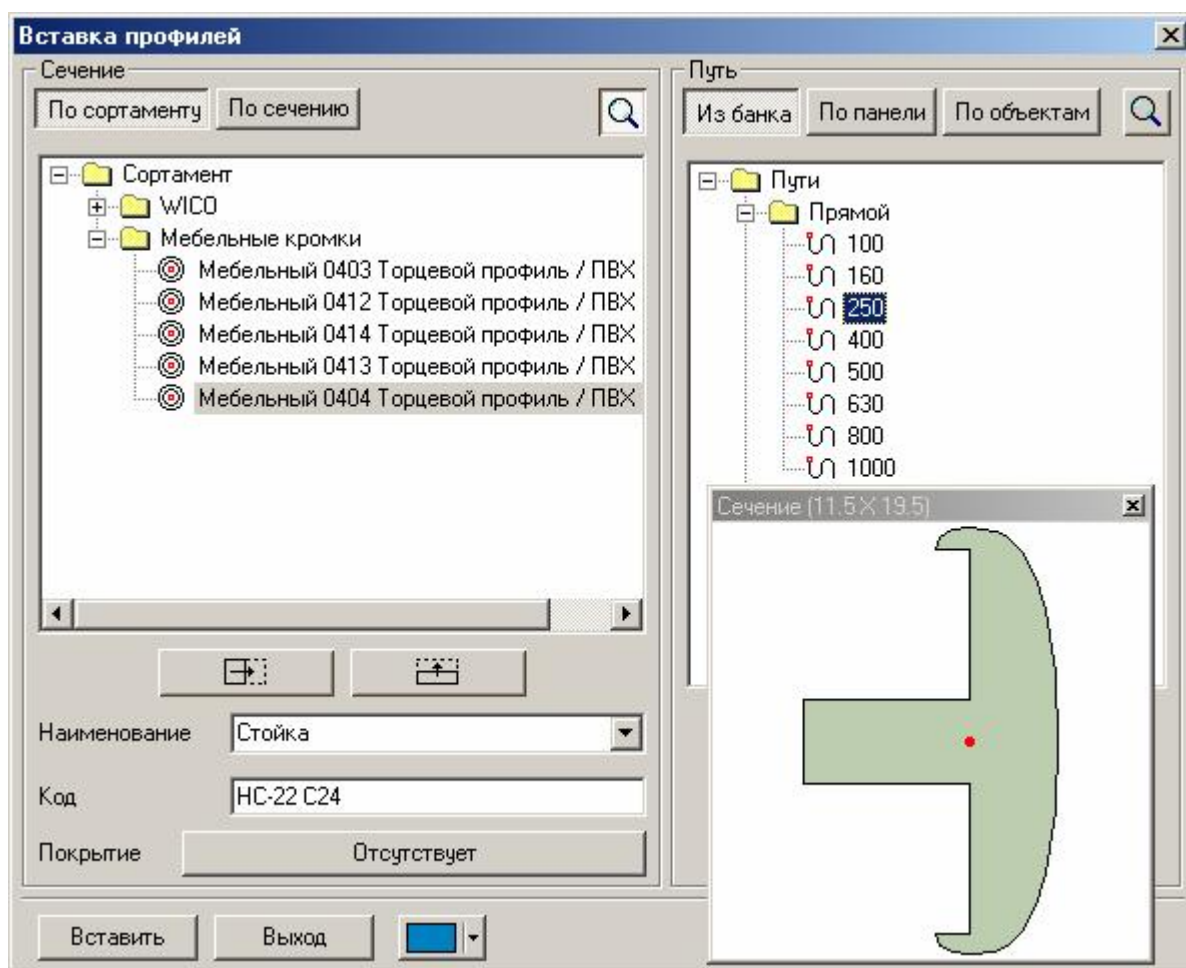

Рис. 17 Диалоговое окно приложения **Профильная деталь**
3. Запустить приложение **Профильная деталь** (пиктограмма ) , отображающее на экране диалоговое окно, показанное на рис. 17. В правой половине окна выбирается путь, в левой половине – сортамент или сечение. Кроме того, здесь задаются остальные параметры детали.